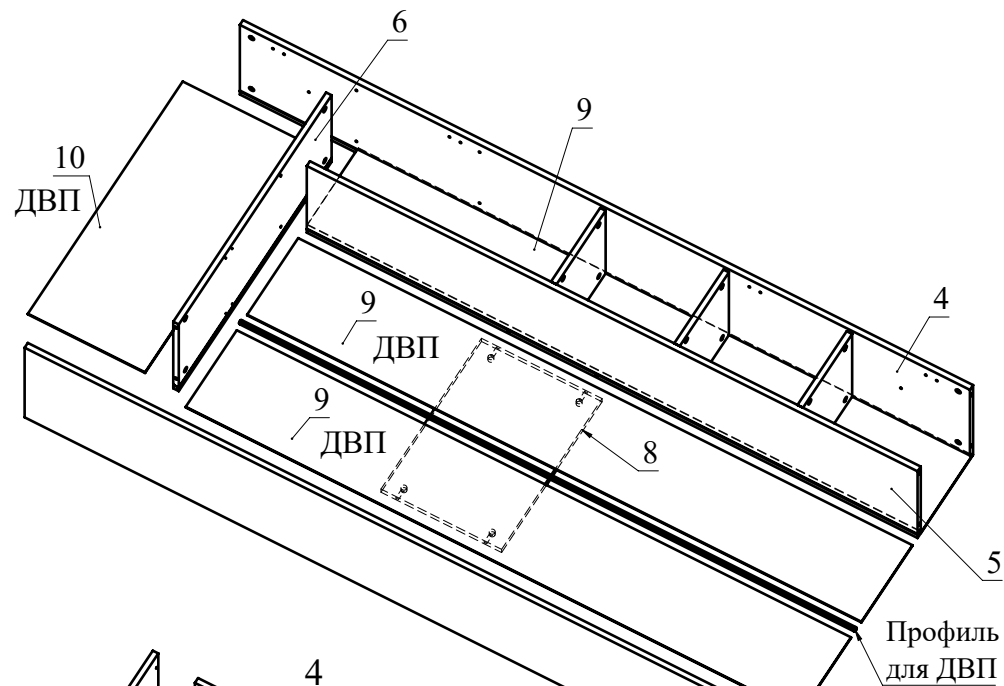

Рис. 6
6. Соберите сборку согласно схемы (Рис. 6). В пазы деталей 3, 4, 5 вставьте задние стенки 9 из ДВП. Между деталями 9 установите стыковочный профиль для ДВП. (Рис. 6).